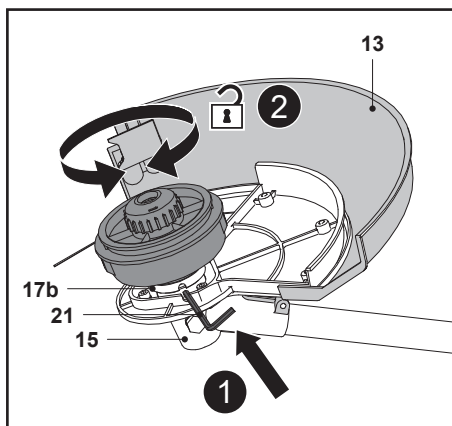

Fig. 26
1. Întoarce produsul cu susul în jos pentru a avea acces la capul de tăiere (16).
2. Rotește capul de tăiere (16) până când orificiul de pe flanșa suport (17b) este aliniat cu creștătura din capul antrenor (15).
3. Introdu capătul mai mare al uneltei multifuncționale (21) în orificiu pentru a bloca axul (17) (Fig. 26, pasul 1).
4. Slăbește capul de tăiere (16) în sens orar (Fig. 26, pasul 2) cu mâna și scoate-l de pe ax (17).